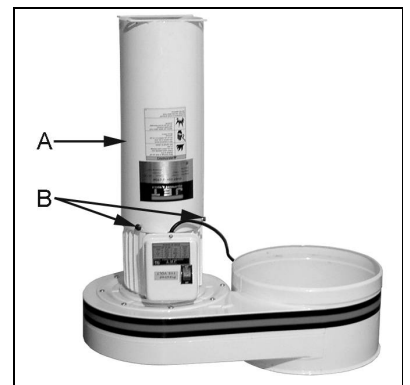

Fig 2
Fixer le cylindre (A, Fig 2) avec 3 vis et des rondelles (B) sur le carter du moteur.